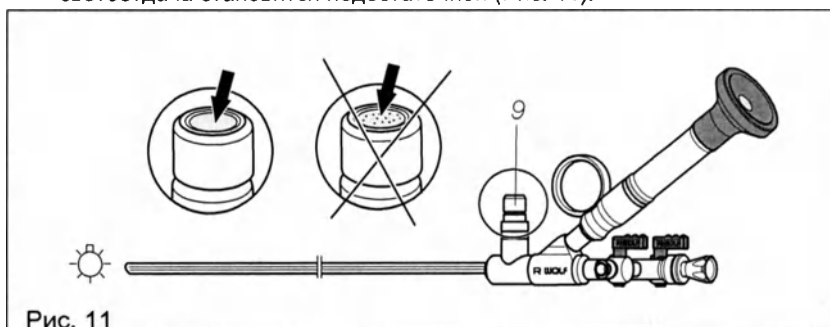

Рис. 11
- ◆ Поломанные волокна видны на подключении холодного света (9) в виде черных точек. Если доля поломанных волокон достигает ок. 30%, светоотдача становится недостаточной (Рис. 11).